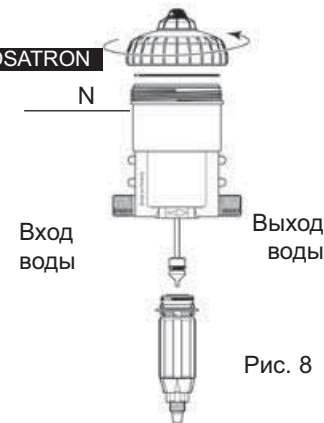

Рис. 8
- Установите устройство на место, предварительно очистив герметическую прокладку (Рис. 8-N).